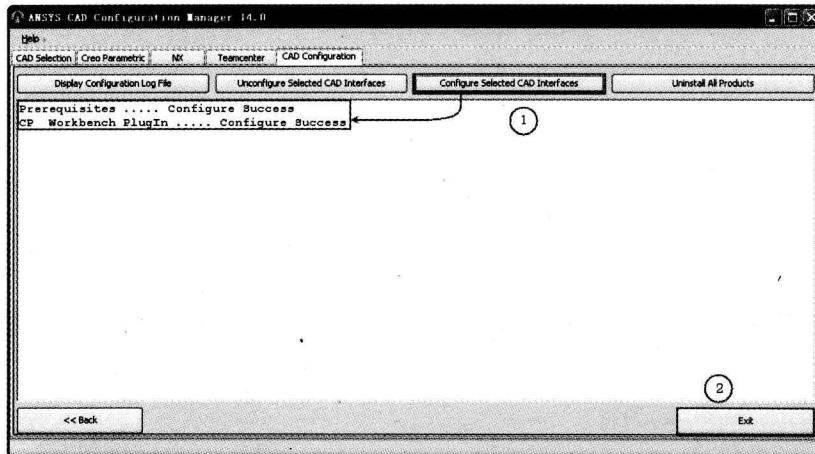

图 1-5 Pro/E 软件设置
Step4：在如图 1-5 所示的 CAD Configuration 选项卡中单击 Configure Selected CAD Interface 按钮，经过一段时间，会在下面的白色面板中出现图中所示的两行文字，说明设置成功，单击 Exit 按钮，在弹出的对话框中单击“确定”按钮，退出软件设置窗口。